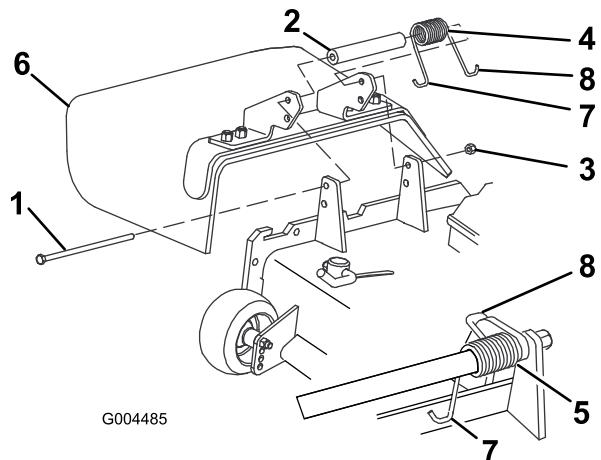

Bild 78
- Legen Sie das Distanzstück und die Feder zwischen die Halterungen des Ersatzablenkbleches (Bild 78). Setzen Sie das linke J-Hakenende der Feder hinter die Kante des Mähwerks.
Hinweis: Stellen Sie sicher, dass sich das linke J-Hakenende der Feder hinter der Mähwerkskante befindet, bevor Sie die Schraube einführen, siehe Bild 78.
- Setzen Sie die Schraube und Mutter ein. Führen Sie das rechte J-Hakenende der Feder um das Ablenkblech (Bild 78).
- Entfernen Sie die Sicherungsmutter, Schraube, Feder und das Distanzstück, mit denen das Ablenkblech an den Drehhalterungen befestigt ist (Bild 78). Entfernen Sie defekte oder abgenutzte Ablenkbleche.